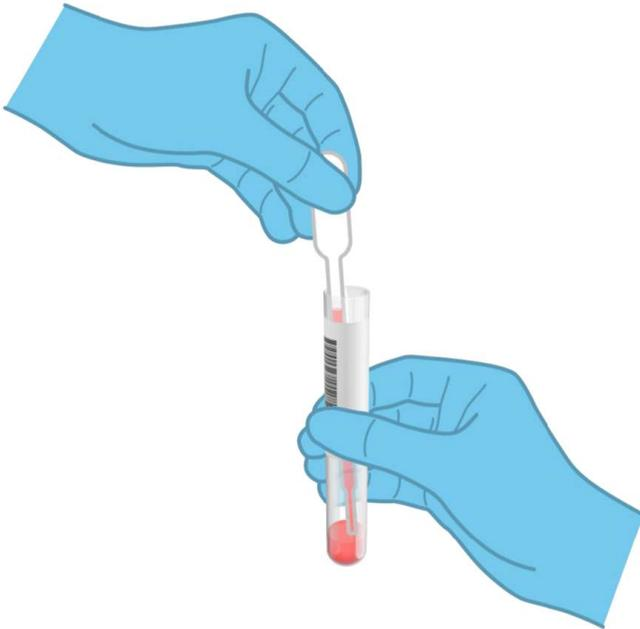

Figura 20. Extracción de la muestra a la pipeta de transferencia suministrada.
5. Abra el tubo con la muestra que se va a procesar. Utilice la pipeta de transferencia suministrada para extraer líquido hasta la tercera línea de llenado de la pipeta (es decir, 300 µl; figura 20).